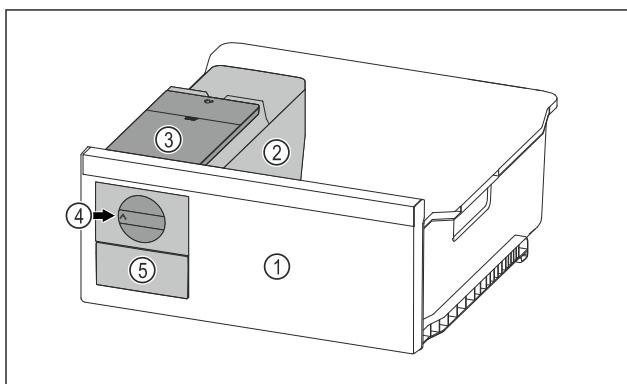

Fig. 77 Représentation à titre d'exemple
- Tourner le bouton rotatif *Fig. 77 (4)* dans le sens horaire jusqu'à la butée.
- Les glaçons tombent du bac à glaçons dans le tiroir à glaçons *Fig. 77 (5)*.